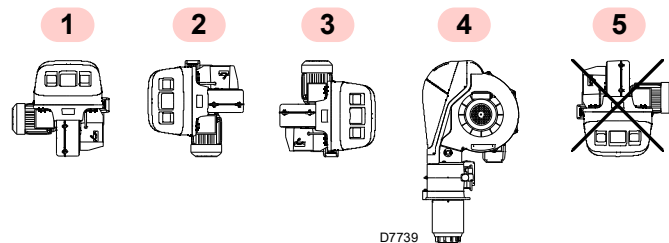

Рис. 12
- Пальник призначений для роботи тільки в положеннях 1, 2, 3 і 4 (Рис. 12).